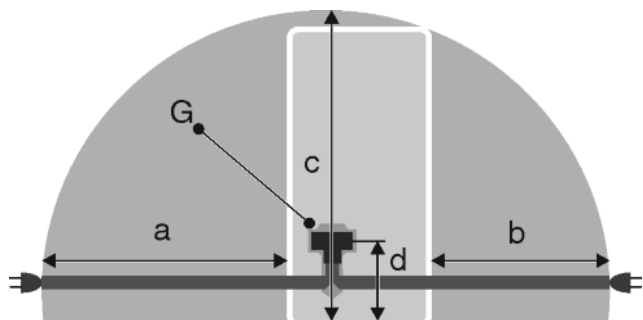

Fig. 20
- Zásuvka sa nachádza mimo oblasti zadnej strany zariadenia v uvedenej oblasti Fig. 20 (a, b, c).
- Zástrčku zariadenia Fig. 20 (G) zastrčte na zadnej strane zariadenia. Dbajte na správne zaklapnutie.